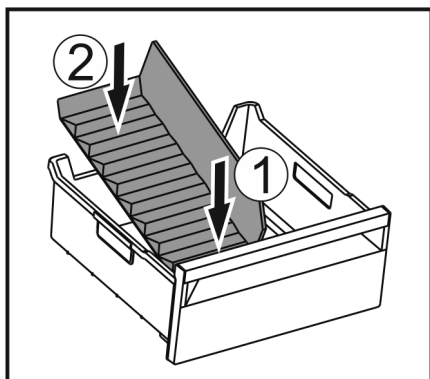

Fig. 185
- Sæt den forreste del af frostrumsadskilleren i. Fig. 185 (1)
- Sæt den bageste del af frostrumsadskilleren ned i skuffebunden. Fig. 185 (2)